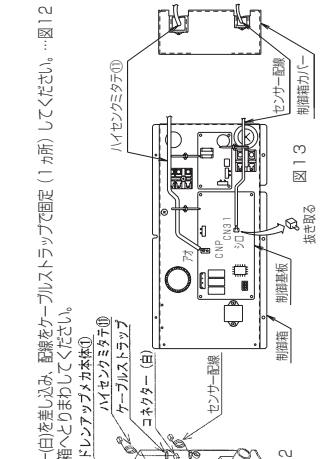
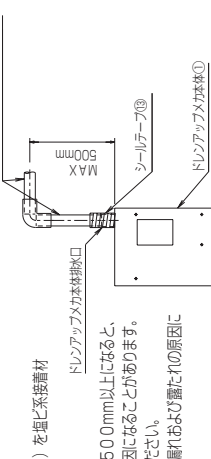

図12
図13
- ドレンアップメカ本体①のコネクター(白)を差し込み、配管をケーブルストラップで固定(1カ所)してください。...図12
- ハイセンタマ⑩のおよびセパ配線の箇所は、本体後ろの開口部から制御箱へ入りまわしてください。
- 制御箱の配線接続は図13を参照してください。
- ハイセンタマ⑩のコネクター(青)を制御箱上のコネクター(CNP)、セパ配線のコネクター(白)を制御箱上のコネクター(CN3)へ、それぞれ差し込んでください。...図13
- 制御箱カバーの配線穴からハイセンタマ⑩およびセパ配線のコネクター(CN3)に差し込み、コネクターを抜き取りセパ配線を通させた後、制御箱カバーを元通り取付けてください。...図13 (ハイセンタマ⑩およびセパ配線の長さが決った場合はセパ⑫にて調整結果してください。)